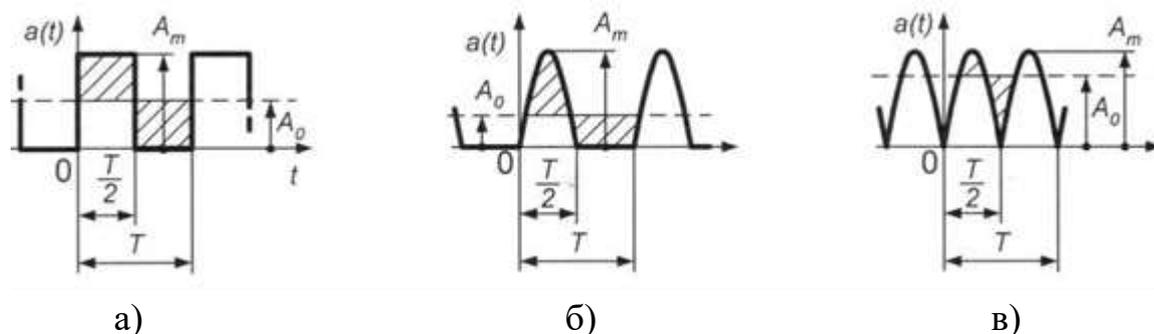
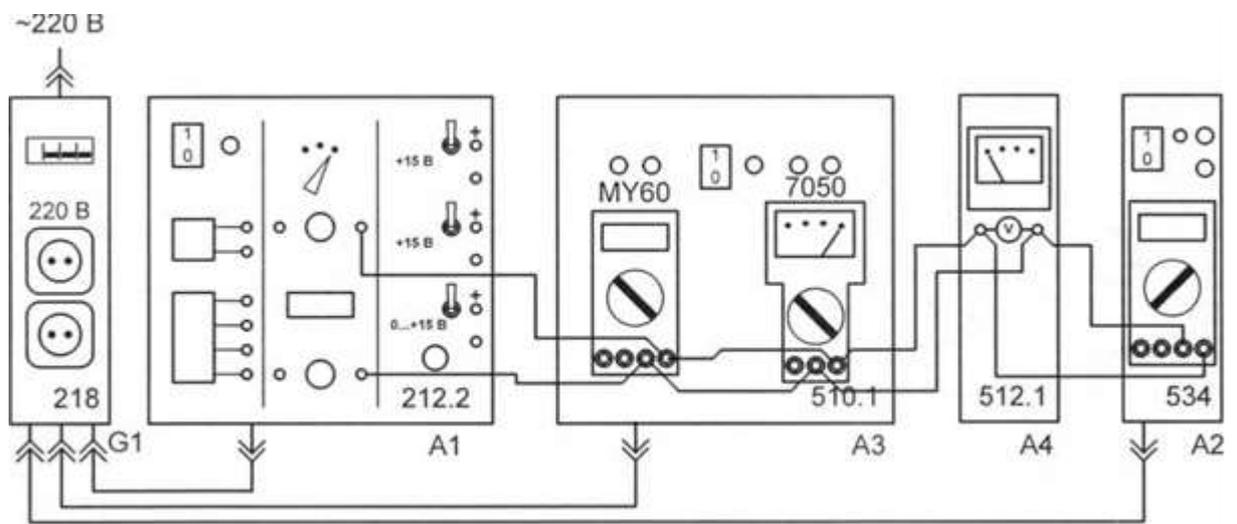
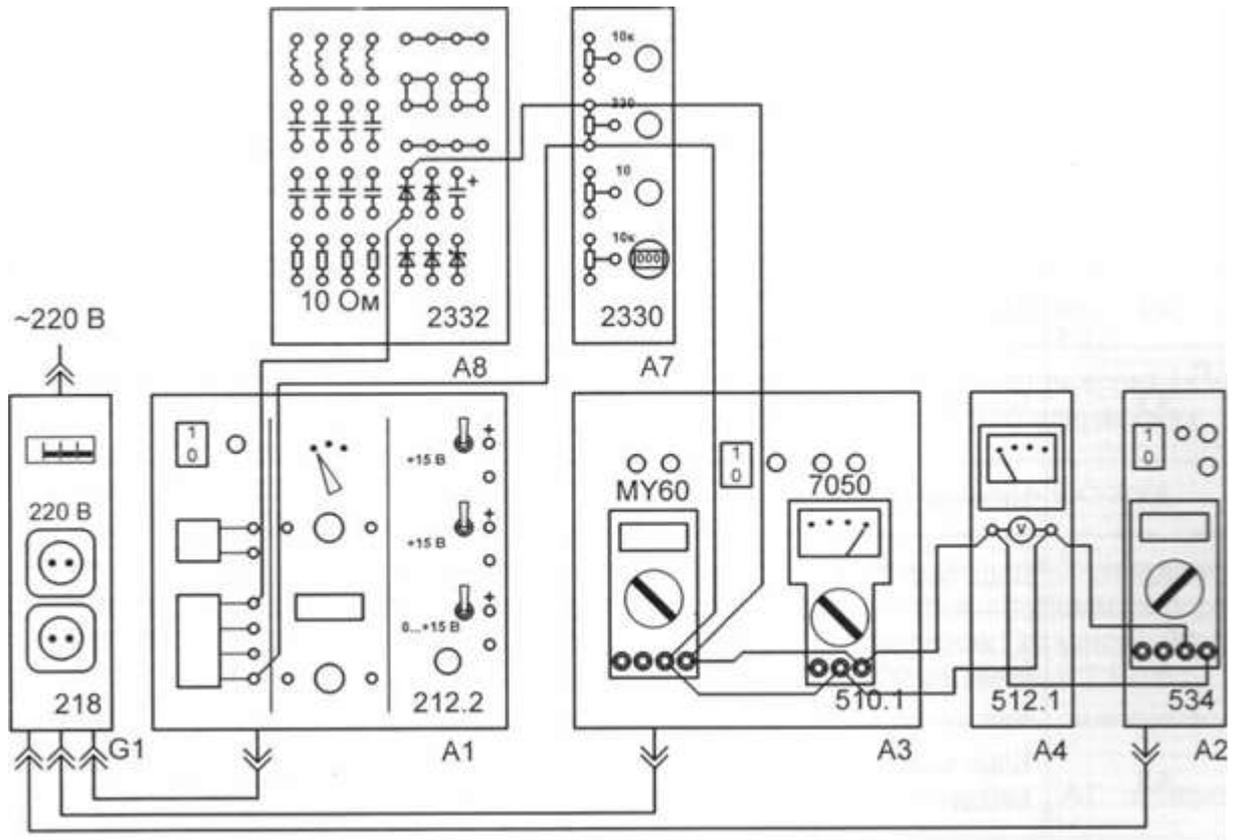
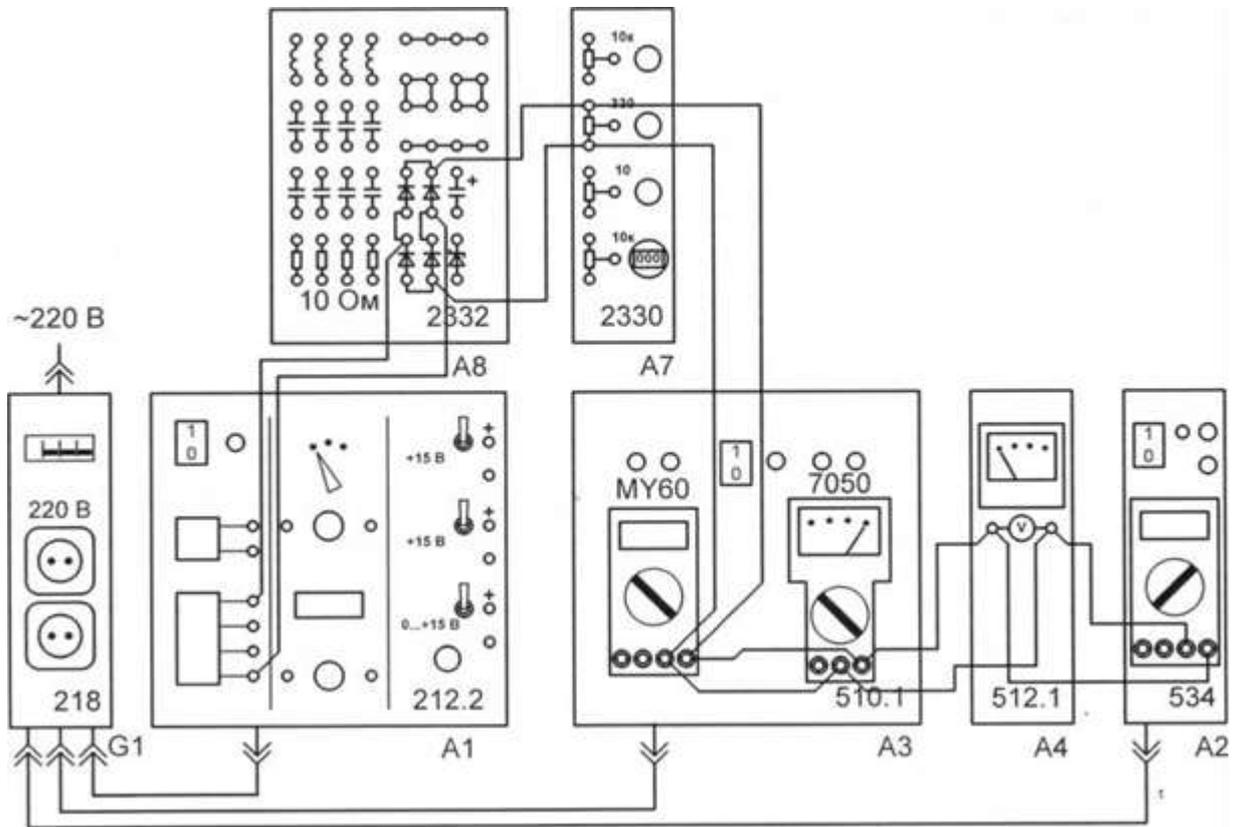

Рис. 3.1. Форма несинусоидального напряжения (тока) с постоянной составляющей, используемого при тестировании приборов:
Рис. 3.3. Схема электрическая соединений для измерения импульсного напряжения
Рис. 3.4. Схема электрическая соединений для измерения напряжения однополупериодного выпрямителя
Рис. 3.5. Схема электрическая соединений для измерения напряжения двухполупериодного выпрямителя
4) В аналоговом мультиметре 7050 (блок 510.1) при измерении синусоидального напряжения используется однополупериодный выпрямитель. Выходное напряжение выпрямителя при измерении синусоидального напряжения показано на рис. 3.1 б. Отклонение стрелки магнитоэлектрического прибора мультиметра пропорционально среднему значению этого напряжения, т. е. постоянной составляющей, равной
Поскольку прибор должен показывать действующее значение синусоидального напряжения, шкала прибора проградуирована с учетом коэффициента, равного отношению действующего значения синусоидального напряжения к среднему значению напряжения рис. 3.1 б. Численное значение коэффициента равно
В данной работе выполняется сравнение показаний приборов различных систем при измерении напряжения имеющего форму прямоугольных однополярных импульсов частотой 150...250 Гц (рис. 3.1 а,  $T = 4...7$  мс) и напряжения на выходе одно- или двухполупериодного выпрямителя рис. 3.1 б и 3.1 в (частота 50 Гц,  $T = 20$  мс).
|                                     |                    | Рис. 3.1 а                     | Рис. 3.1 б                    | Рис. 3.1 в                     |
Для получения выпрямленного напряжения рис. 3.1 б или 3.1 в необходимо собрать однополупериодный выпрямитель по схеме рис. 3.4 или двухполупериодный выпрямитель по схеме рис. 3.5. Выпрямители питаются от источника трехфазных напряжений блока А1. Выпрямители выполнены на диодах (100 В, 1 А) блока элементов измерительных цепей А8 (2332). В качестве нагрузки выпрямителя используется резистор 330 Ом блока А7 (2330). Как и в схеме рис. 3.3, при подключении испытываемых приборов блоков А2, А3 и А4 к источнику (выпрямителю) используются гнезда «V» и «СОМ» мультиметров.
- Соедините аппаратуру в соответствии со схемой электрической соединений рис. 3.3, рис. 3.4 или рис. 3.5.
- При измерении импульсного напряжения (рис. 3.3) установите параметры «Генератора напряжений специальной формы» блока генераторов А1 (212.2):
### Измерение импульсного напряжения (схема рис. 3.3)
- Повторить указанные выше измерения напряжения для цепей рис. 3.4 и 3.5.
|                               |                    | Рис. 3.1 а              |         | Рис. 3.1 б            |         | Рис. 3.1 в            |         |